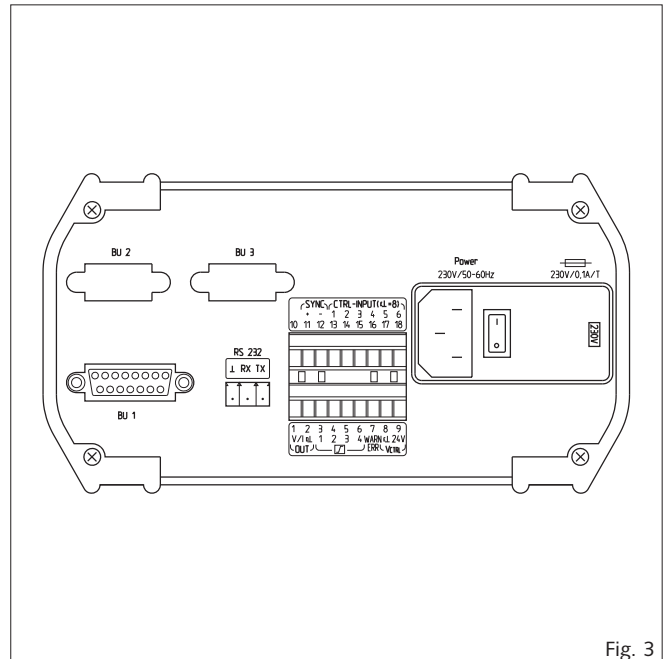

Fig. 3
- Die vormontierten Messbrücken werden mit dem Messverstärker verbunden (Stecker in BU1, siehe Bild 3, S.2). Der Messverstärker ist an eine Netzspannung 230 V anzuschließen. Die Dehnungsaufnehmer müssen mit angeschaltetem Messverstärker ca. 20 min. vor Inbetriebnahme warmlaufen (die DMS erwärmen sich durch die Speisespannung und verfälschen sonst das Messergebnis).
- Connect the pre-assembled measurement bridges with the measurement amplifier (plug in BU1, see Fig. 3). The measurement amplifier needs a line voltage of 230 V. Warm up the strain sensors 20 min. before the beginning of measurement with plugged-on amplifier (the sensors will warm up caused by the line voltage. This can cause wrong measurement results).